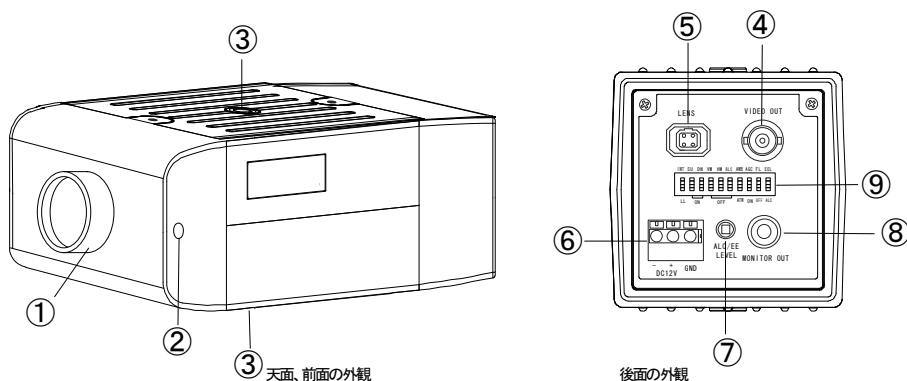

図 1
5. 六角レンチを使用してバックフォーカス調整部を緩めます。(図. 1②) フォーカスが合うようにレンズマウントを調整します。バックフォーカス調整部にてレンズマウントを固定します。